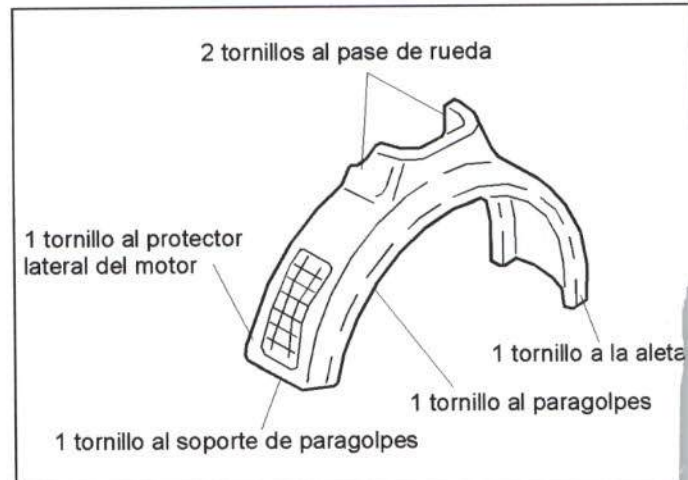

Figura 18.- Unión del guardabarros delantero
- Guardabarros delantero (figura 18).
- Guardabarros delantero (ambos) (figura 18).
En la figura 18 se muestra la unión de este elemento a la carrocería.
- Guardabarros (ambos) (figura 18).